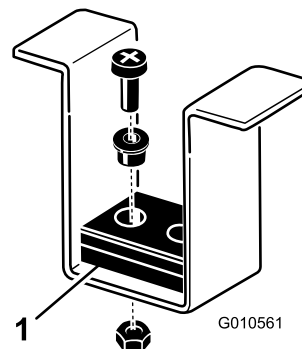

Figura 10
8. Certifique-se de que os pinos frontais da altura de corte apoiam devidamente nas almofadas da estrutura (Figura 10). Se os pinos não estiverem devidamente apoiados, coloque um calço ou calços sob a almofada para a elevar para alinhamento correcto.